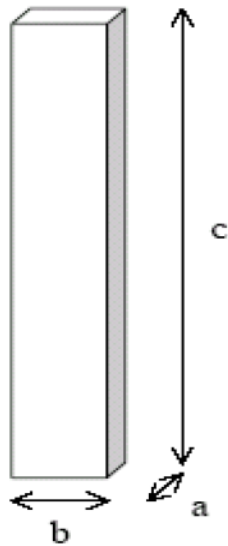

Figura No. 4
1. Mida la masa y las dimensiones de la barra según se muestra en la *Figura No. 4*.